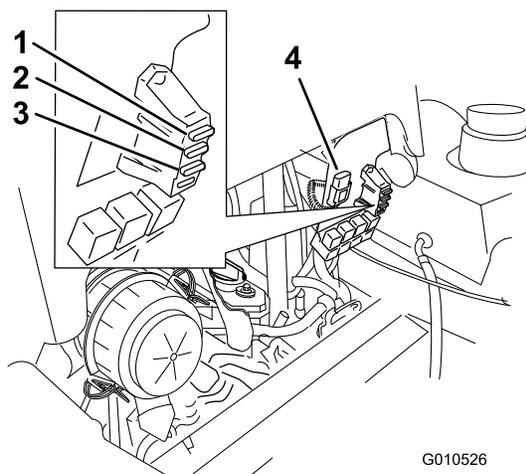

Figure 57
2. Pour remplacer un fusible, tirez dessus pour l'enlever (Figure 57).